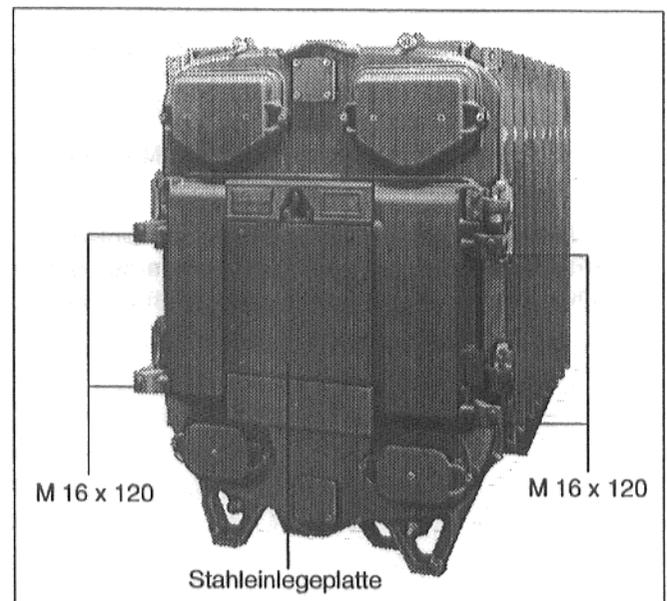

Abb. 29
- Brennertür schließen und mit den in Abb. 29 gezeigten Maschinenschrauben (4 x M 16 x 120) verschließen. Die Maschinenschrauben sind gleichmäßig über Kreuz anzuziehen.
- Stahleinlegeplatte (Abb. 29) auf der Baustelle entsprechend dem benötigten Brennerrohrdurchmesser ( $\varnothing$  max. 360 mm) bohren oder autogen ausschneiden. Löcher für die Brennerbefestigung nach dem Lochbild des Brenneranschlußflansches bohren.